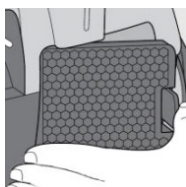

Рис. 47
1. Чтобы открыть решетку фильтра, сожмите язычок, потяните решетку на себя и снимите ее с пылесоса (рис. 47, 48).